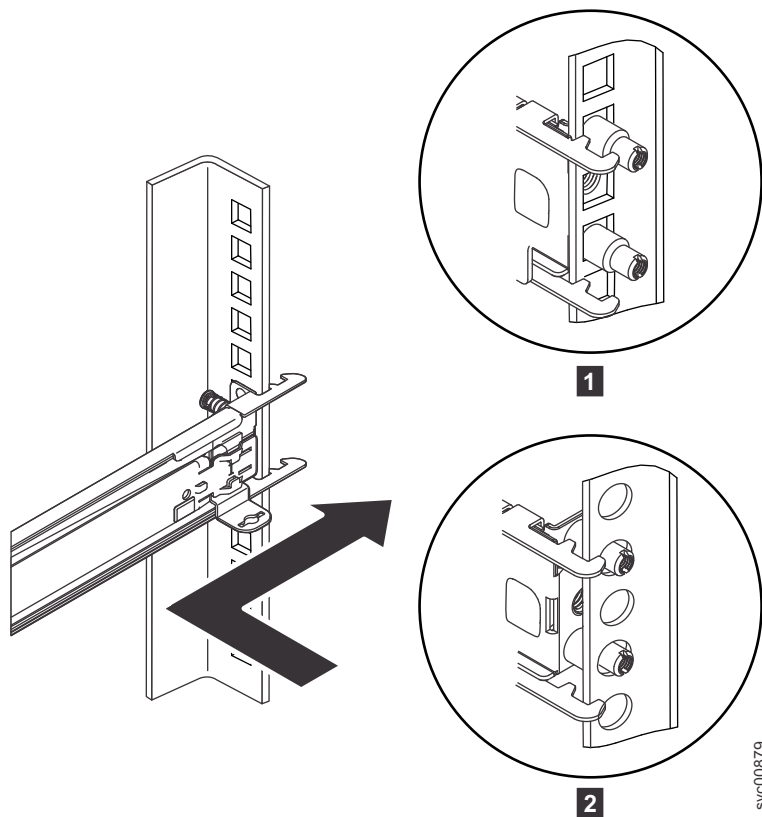

図 46. スライド・レールの後部端の取り付け
3. 63 ページの図 46 に示すように、スライド・レールの後部端を取り付けます。